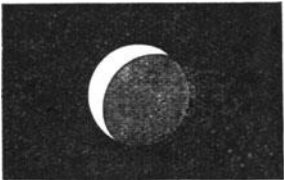

Fig. 114.
Kreis auf Fig. 114 (2) aus etwa 2 m Entfernung und versuche zu entscheiden, welcher von beiden der größere ist. Man möchte darauf schwören, es sei der weiße, sie sind jedoch genau gleich groß. Bei dem linken, weißen Kreise wirkt die Überstrahlung auf den schwarzen Untergrund ein, bei dem anderen überstrahlt der weiße Untergrund den schwarzen Kreis, und so erscheint denn der eine um ebenso viel zu groß wie der andere zu klein. Auf dieser Doppelwirkung beruht die große Kraft der Täuschung.
Sichel, sondern auch seine übrige Scheibe in mattem, aschgrauem Licht sehen läßt. Man muß sich jedoch zwingen, Sichel und Scheibe als demselben Kreise angehörig zu betrachten, stets empfängt man den Eindruck, daß die Sichel von einem größeren Kreise stamme und mit ihren Hörnern die Scheibe umfasse. Fig. 114 (3) versucht die Erscheinung zu zeigen, doch ist sie am Himmel weit auffallender.
hierfür nicht erforderlich, wir haben deren genug in unserem Buche. Wir benutzen die Fig. 114 und legen das Buch in deutlicher Sehweite vor uns auf den Tisch. Gleich daneben ein weißes Stück Papier mit einem kleinen schwarzen Tintenpunkt in der Mitte. Damit sind alle Vorbereitungen getroffen und das Experiment kann beginnen, zu dessen Gelingen — hier sei's gleich gesagt — immerhin eine gewisse Aufmerksamkeit und Willensstärke erforderlich ist. Wir setzen mitten in den